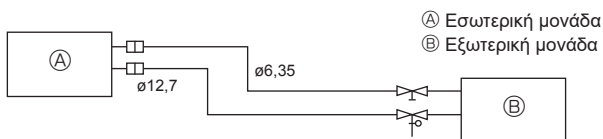

Fig. 5-2
(1) Ο παρακάτω πίνακας παρουσιάζει τις προδιαγραφές των αγωγών που διατίθενται στο εμπόριο. (Fig. 5-2)